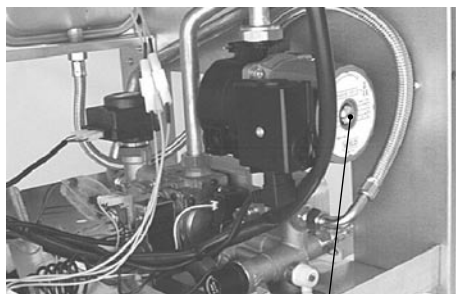

Figura 6.5
- Togliere il tappo 19 in Figura 6.5 e sbloccare la pompa ruotando il rotore con un cacciavite.